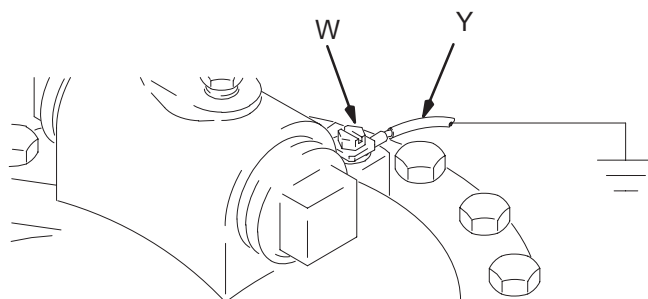

Fig. 1
- **Réservoir antibélier**: brancher un fil et une pince de terre et comme indiqué à la Fig. 1. Desserrer la vis de terre (W). Introduire l'extrémité d'un fil de terre (Y) d'au moins 1,5 mm2 derrière la vis de terre et bien serrer celle-ci. Raccorder la pince d'extrémité du fil de terre à une véritable terre. Commander la réf. no. 222011, câble et pince de mise à la terre.